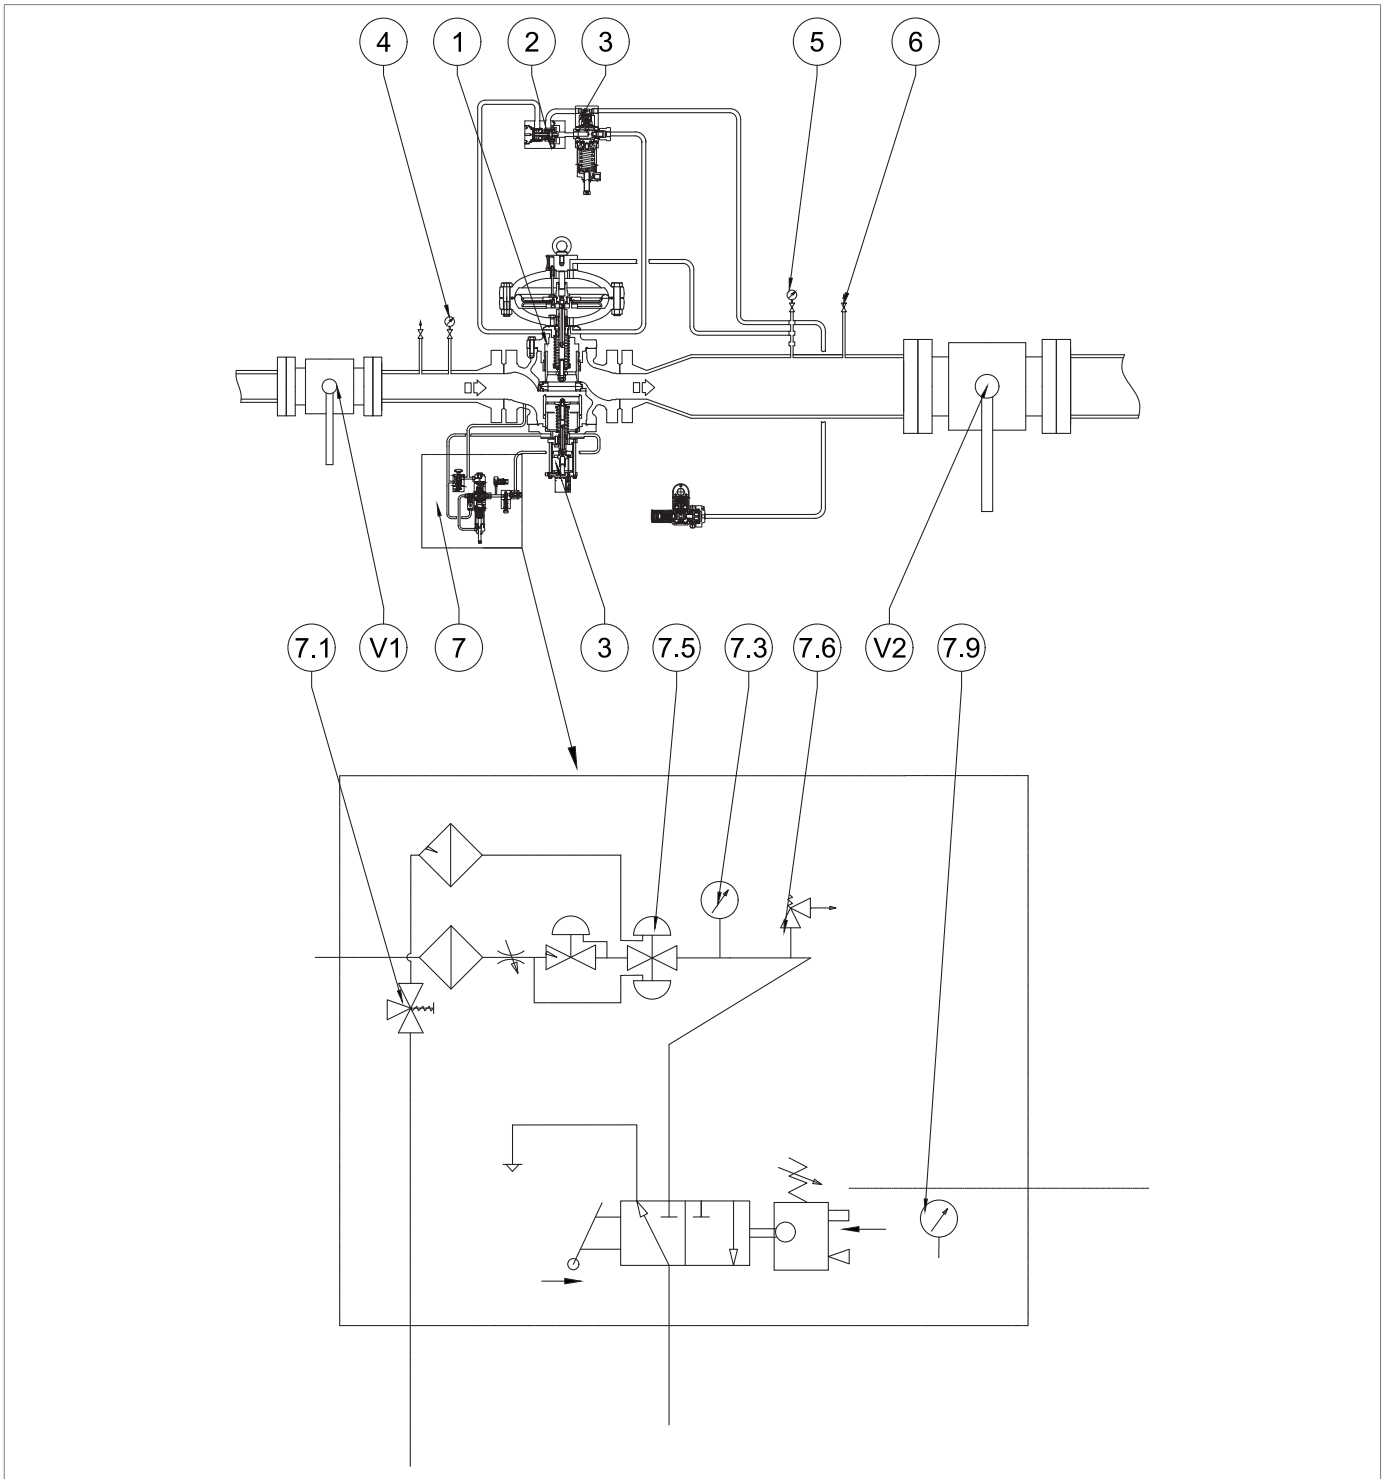

Abb. 8.36. Inbetriebnahme und Kalibrierung LINE OFF 2.0 für das eingebaute Sicherheitsabschrittventil HB/97
- **Betätigen Sie das Sperrventil im Handbetrieb durch Drücken der Auslösetaste (Pos. 10 - Abbildung 4.13.). Überprüfen Sie anschließend, ob der angezeigte Druck des am Gerät LINE OFF 2.0 (Pos. 7.3 - Abbildung 8.36) angebrachten Manometers 0 bar beträgt, und stellen Sie sicher, dass die Leitung vollständig drucklos ist.**
- Betätigen Sie das Sperrventil im Handbetrieb durch Drücken des Auslösetaste (Pos. 10 - Abbildung 4.13.). Überprüfen Sie anschließend, ob der angezeigte Druck des am Gerät LINE OFF 2.0 (Pos. 7.3 – Abbildung 8.36) angebrachten Manometers 0 bar beträgt, und stellen Sie sicher, dass die Leitung vollständig drucklos ist.